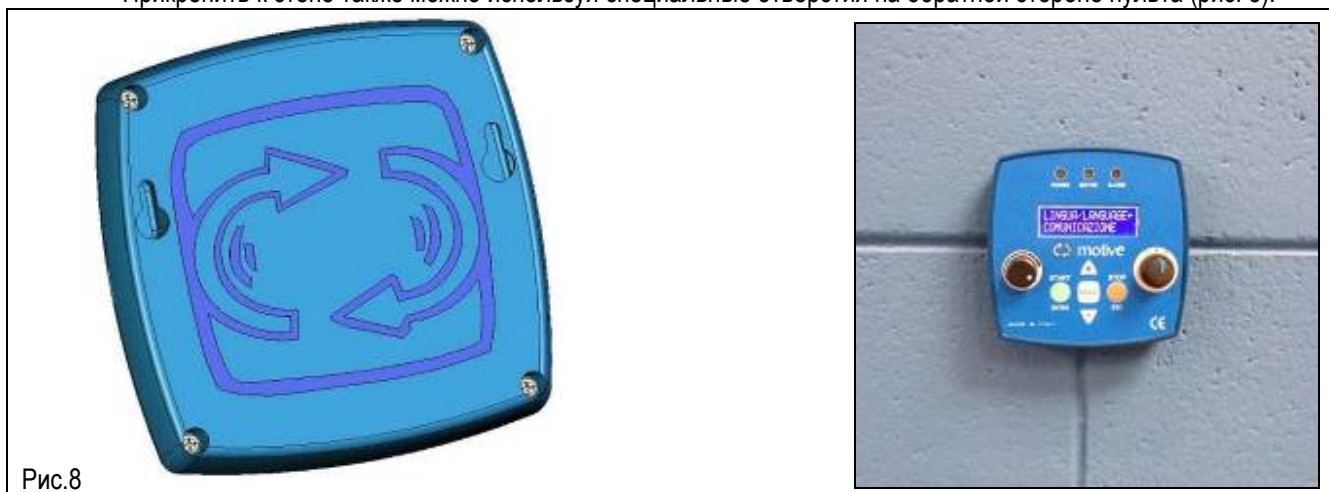

Рис.8
- Прикрепить к стене также можно используя специальные отверстия на обратной стороне пульта (рис. 8).